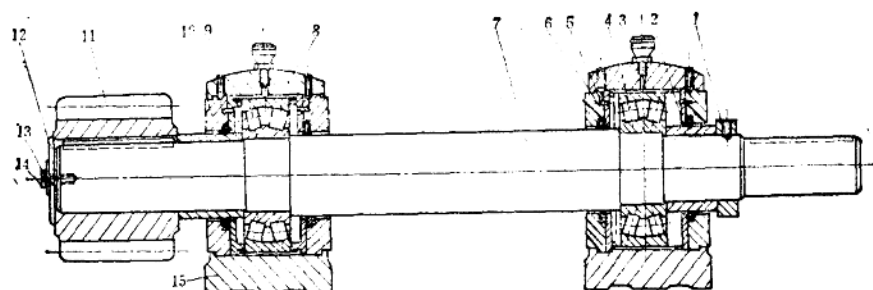
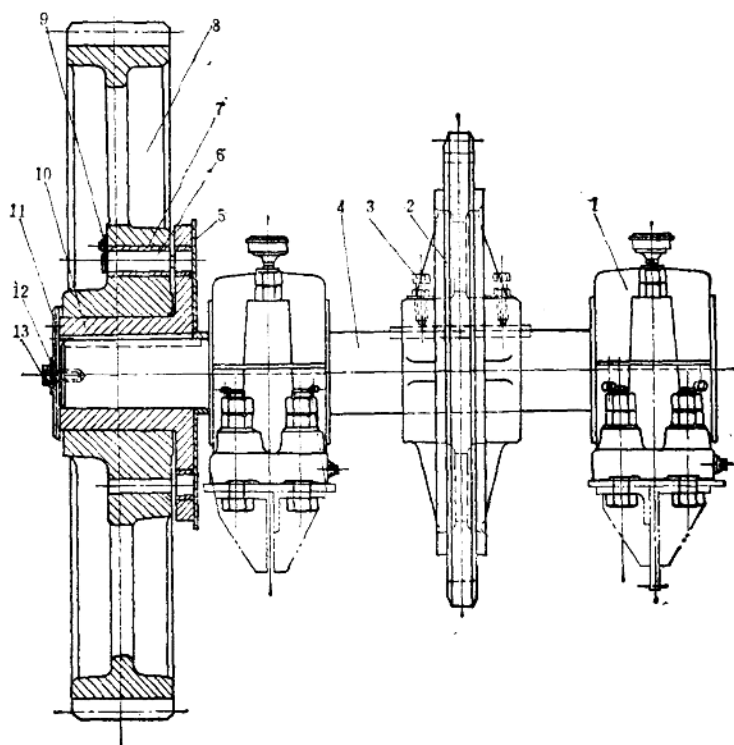

图8-1-12 驱动轴Ⅰ
图8-1-13 驱动轴Ⅱ
⑦ 分别拆下张紧螺杆与调节螺杆的滑块。
3) 驱动轴 I (图8-1-12) 的拆法
① 先拆下两个轴承座上盖, 将轴及轴承整套拿下。
② 拆齿轮。先将轴端防松垫片的弯边敲平, 拆下紧固螺栓, 拿下防松垫片及挡盖, 然后用拉具拉下齿轮, 拿下轴承座外端盖及隔套, 再用拉具拉下轴承, 取出轴承座内端盖。
③ 拆下轴另一端的挡圈, 先退出挡圈上的顶丝, 然后拿出挡圈、轴承座外端盖及隔套, 再用拉具拉下轴承, 取出轴承座内端盖 (此盖亦可在轴的另一端取出)。
4) 驱动轴 II (图8-1-13) 的拆法
① 首先松开保险销卡板螺栓, 然后拨转卡板, 拔出保险销子。
② 拆大齿轮, 先把轴端防松垫片靠螺栓的弯边敲平, 卸下紧固螺栓取下防松垫片及挡盖。
③ 先用手动葫芦将大齿轮吊牢、吊稳, 从轮